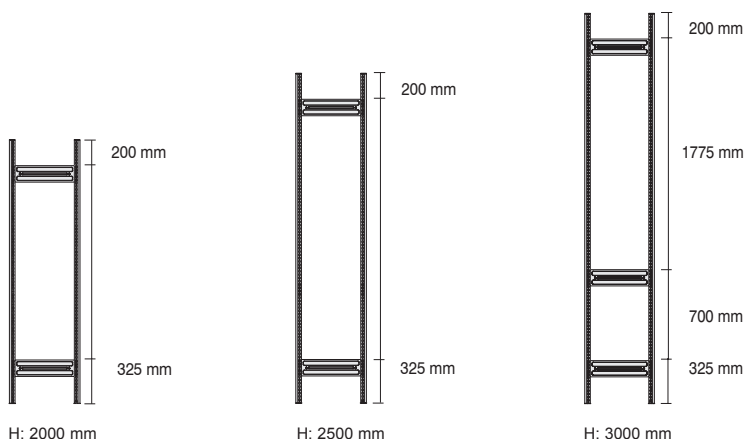

Abb. 2 Abb. 2 a ►
- (D) Zwei Stützprofile im Abstand der Stützenverbinder anordnen (Abb. 1). Stützenverbinder entsprechend Abb. 2 (die Pfeile zeigen in Richtung des Fußbodens) einsetzen und mit einem Gummihammer o.ä. in die Stützprofile einschlagen.
Achtung! Die Fixierprägung der Stützenverbinder (Abb. 2 a) muss auf beiden Seiten in die Stützprofile einrasten (Abb. 3 a).
- (F) Disposer deux profilés d'appui en laissant de la place pour les raidisseurs de montants (fig. 1). Mettre les raidisseurs de montants en place conformément à la figure 2 (les flèches sont dirigées vers le sol) et les introduire dans les profilés d'appui à l'aide d'un marteau en caoutchouc ou similaire.
Attention! La patte de fixation des raidisseurs de montants (fig. 2 a) doit se clipser dans les profilés d'appui (fig. 3 a).
- (NL) Twee steunprofielen op de afstand van de steunverbindingsstukken plaatsen (afb. 1). Steunverbindingsstukken overeenkomstig afb. 2 (de pijlen wijzen in de richting van de vloer) inzetten en met een rubberen hamer of dergelijke in de steunprofielen slaan.
Opgelet! De fixeeradhesie van de steunverbindingsstukken (afb. 2 a) moet aan beide kanten in de steunprofielen sluiten (afb. 3 a).
- (GB) Arrange two support frames at the correct distance for the support connection (fig. 1). Fit the support connections as shown in fig. 2 (the arrow points in the direction of the ground) and use a rubber hammer (or similar) to tap them into the support frames.
Attention! The locking pieces for the support connections (fig. 2 a) must be snapped in position on both sides in the support frames (fig. 3 a).